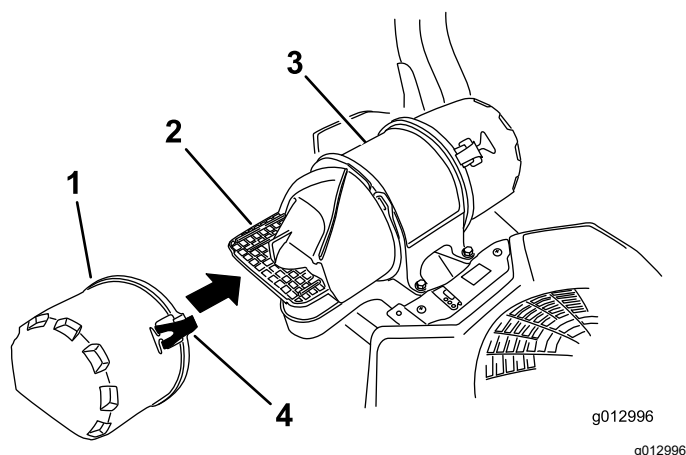

Figura 40
3. Abra los cierres del limpiador de aire y tire de la tapa de la entrada de aire para separarla del cuerpo del limpiador de aire (Figura 40).
5. Instale la tapa de la entrada de aire y sujétela con los enganches (Figura 40).